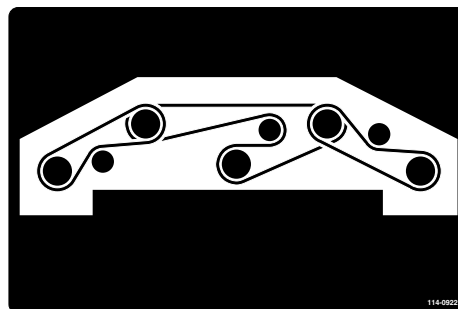

Рисунок 126
8. Обведите новый ремень вокруг шкивов шпинделей и узла натяжного ролика (**Рисунок 126**).